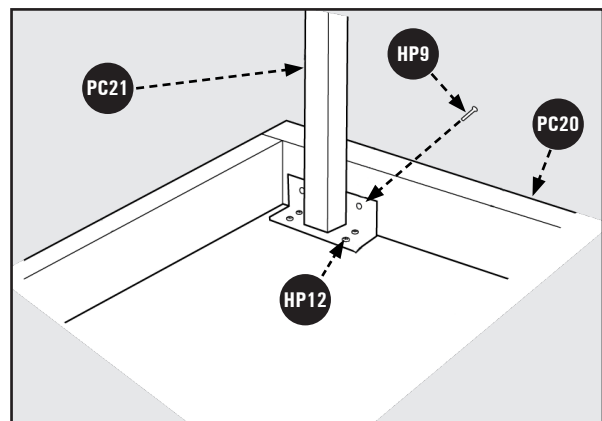

Figura 11
2. Coloque las patas de la mesa (PC21) en la esquina como se muestra en la Figura 11, la pared vertical de la placa de ángulo de la pata debe estar contra la pared de madera del extremo de la mesa.